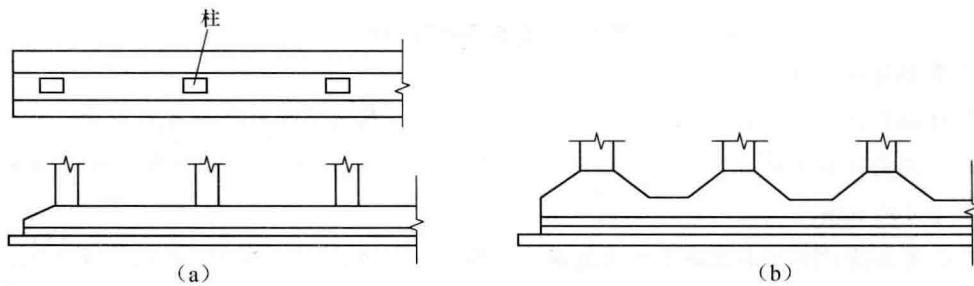

图 1-15 柱下钢筋混凝土条形基础图
实例二 柱下钢筋混凝土条形基础图（图 1-15）
(2) 为增强基础的整体性，并方便施工，可将同一排的柱基础连通成为柱下钢筋混凝土条形基础，如图 1-15 所示。